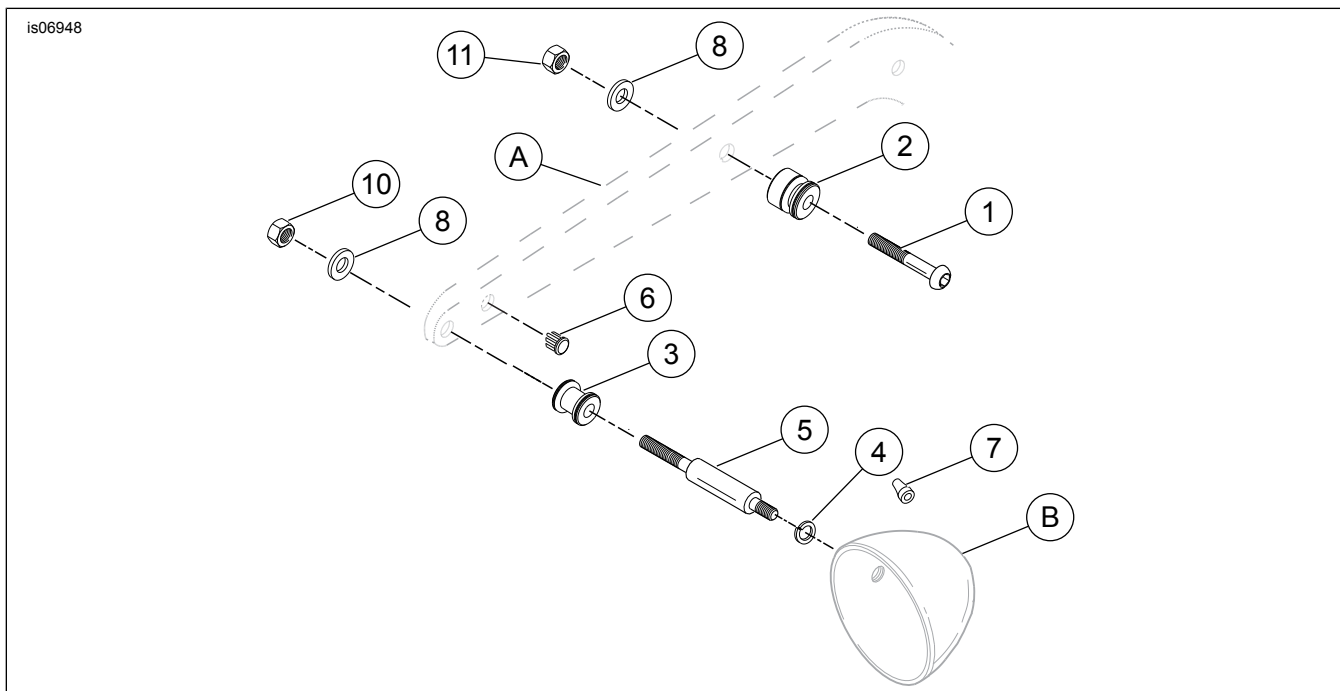

Figura 3. Parti di ricambio: Kit bulloneria di ancoraggio modelli Dyna
Vedere Figura 3 e Tabella 1.
3. Vedere Figura 3. Rimuovere il bullone centrale dal sostegno del parafrangente. Questa sarà la posizione del punto di ancoraggio anteriore. Il punto di ancoraggio posteriore si monterà in corrispondenza del foro posteriore sulla staffa di sostegno del parafrangente insieme all'indicatore di direzione.
4. Posizionare il lato svasato del punto di ancoraggio anteriore (2) in modo che guardi il sostegno del parafrangente. Inserire il bullone (1) attraverso il punto di ancoraggio (2) e nel parafrangente. Quindi installare la rondella (8) e il dado bloccante (11) all'interno del parafrangente. Serrare ad una coppia di 37 N·m (27 ft·lbs).
3. Tagliare i fili all'interno del guscio dell'indicatore di direzione a circa 76 mm (3 in) dal punto in cui i fili si collegano al fondo del portalampade. Dalla parte inferiore del parafrangente, estrarre l'estremità dei fili che si trovano dentro il sostegno del guscio dell'indicatore di direzione (4) nell'area interna del parafrangente.
4. Rimuovere ed eliminare il bullone da 5/16 di pollice e la rondella di sicurezza (6) fissando l'indicatore di direzione posteriore al parafrangente. Il bullone e la rondella sono situati dentro il parafrangente.
5. Vedere Figura 3. Inserire la rondella di sicurezza (4) e il guscio dell'indicatore di direzione posteriore sull'estremità filettata corta (5/16-24 x 3/8 di pollice) dello stelo degli indicatori di direzione (5) del kit. Serrare a fondo. Fare attenzione a non graffiare o rovinare la finitura cromata dei componenti.
6. Far passare i fili attraverso il dado bloccante (10), la rondella (8) e il foro posteriore del sostegno del parafrangente.
8. Collocare il punto di ancoraggio posteriore (3) sull'estremità lunga filettata dello stelo degli indicatori di direzione (5) con il lato svasato rivolto al sostegno del parafrangente. Far passare i fili dell'indicatore di direzione attraverso la parte lunga filettata dello stelo degli indicatori di direzione (5). Se i fili si bloccano nello stelo degli indicatori di direzione (5), applicare una goccia di detersivo liquido per i piatti all'estremità dei fili e inserirli nuovamente. Eliminare dai fili degli indicatori di direzione il detersivo in eccesso. Inserire lo stelo degli indicatori di direzione posteriori nel foro di attacco posteriore del sostegno del parafrangente posteriore, e il parafrangente posteriore.
9. Inserire la rondella piatta (8) e il dado bloccante (10) nello stelo degli indicatori di direzione all'interno del parafrangente posteriore. Serrare a mano.
11. Installare il tappo cromato del foro (6) nel foro del sostegno del parafrangente precedentemente utilizzato per il filo dell'indicatore di direzione. Per ottenere un accoppiamento perfetto, potrebbe rendersi necessario aprire i rebbi del tappo del foro. Per allargare i rebbi, tenere saldamente l'estremità del tappo e servirsi di un paio di pinze per piegare leggermente all'infuori ciascun rebbio. Ripetere se necessario per ottenere un accoppiamento perfetto.